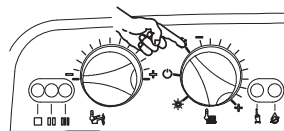

Рис. 26
- 1 Подключите котел к сети электропитания при помощи двухполюсного выключателя и поверните регулятор "зима/лето" на панели управления в положение как показано на Рис. 26.
Чтобы выйти из режима программирования поверните установите регулятор "зима/лето" котла на панели управления в положение ☀ или OFF (Рис. 26)